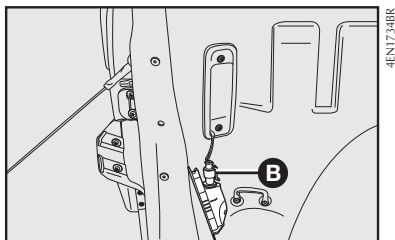

fig. 39
- 2) Atuar na trava **B**-fig. 39 para retirar o conector elétrico;